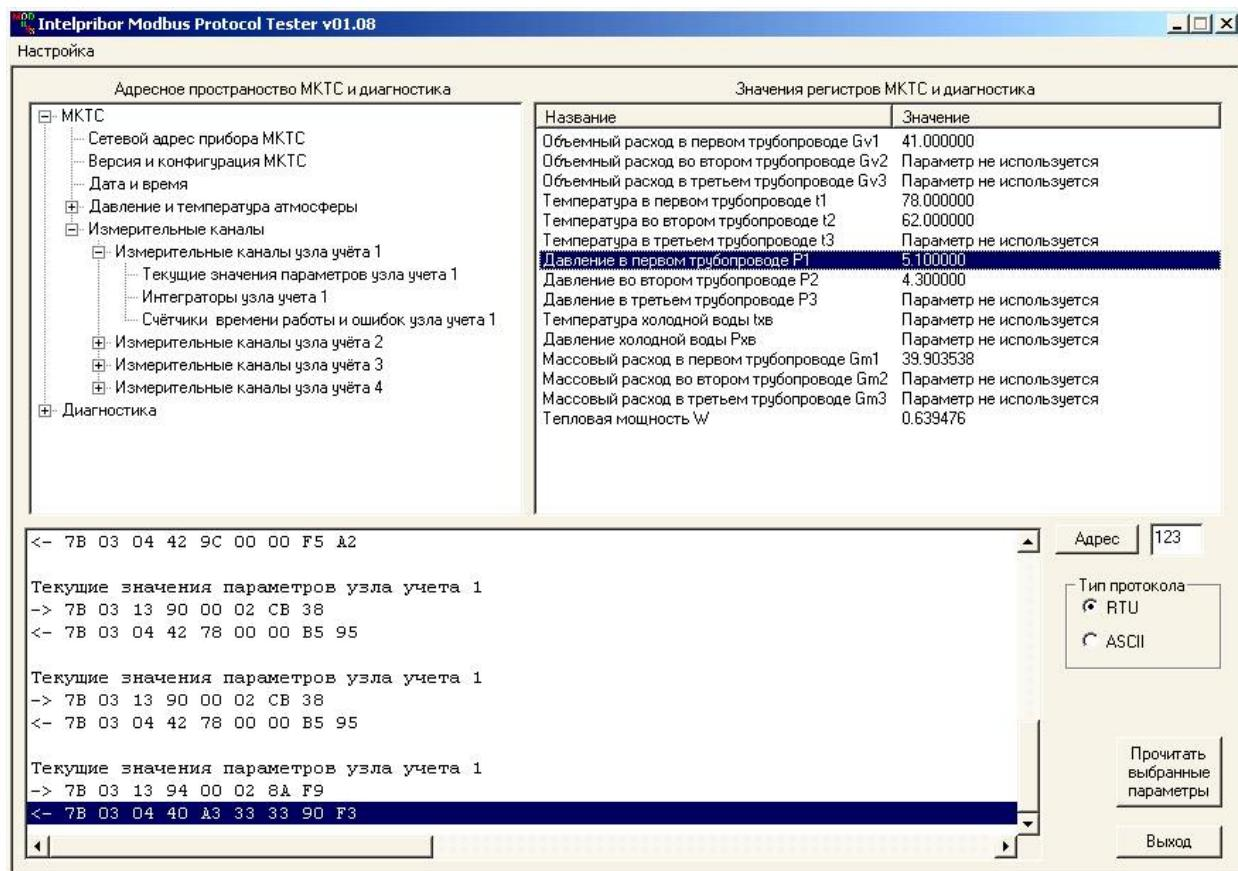

Рисунок 4.13 Просмотр значения только одного пункта списка.
- если требуется только один из нескольких параметров из списка Значения регистров MKTC и диагностика, то надо щёлкнуть по нему левой кнопкой мышки и наблюдать результат запроса (Рисунок 4.13);
Весь обмен: запросы и ответ, а также различные сообщения (название команды, сообщения об ошибках и т.п.) индицируется в окне вывода внизу (см. Рисунок 4.13).